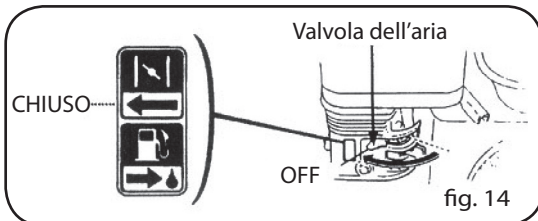

fig. 14
2. Portare la leva della valvola dell'aria in posizione "CHIUSO" (Fig. 14).